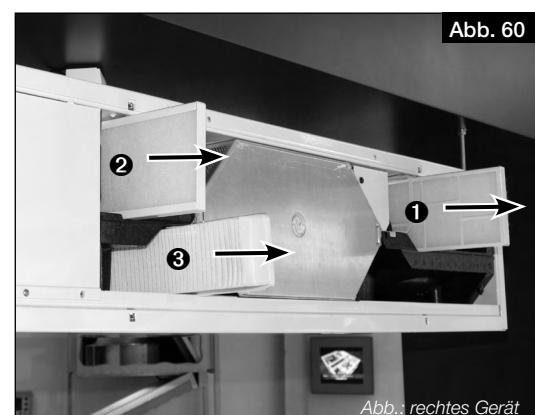

Abb. 60
2. Außenluftfilter **1** nach vorne herausziehen und wechseln (s. Abb. 60).
3. Abluftfilter **2** (inkl. Rahmen) nach vorne herausziehen und wechseln (s. Abb. 60).
4. Optional: Fein-/Pollenfilter (ePM1 50 %) **3** inkl. Rahmen nach vorne herausziehen und wechseln (s. Abb. 60).
① Über die Software **easyControls 3.0** oder **KWL-BE Touch** quittieren.